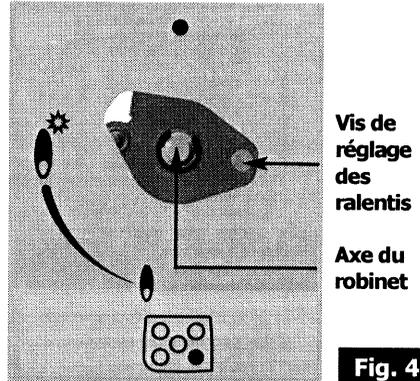
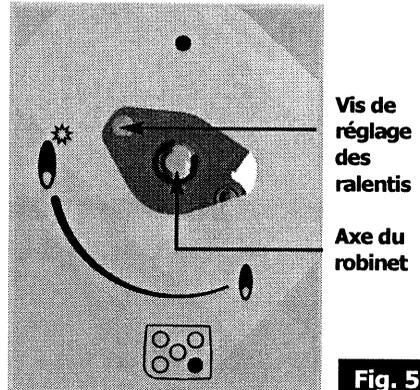

Fig. 4
Fig. 5
- A l'aide d'un petit tournevis plat, **vissez à fond** la vis de réglage des ralentis en laiton (jaune) (**fig. 4**) ou (**fig. 5**) selon modèle, **dans le sens des aiguilles d'une montre**.
Dévissez la vis de réglage des ralentis en laiton (jaune), (**fig. 4**) ou (**fig. 5**) selon modèle, à l'aide d'un petit tournevis plat, de **2 tours dans le sens inverse des aiguilles d'une montre**.